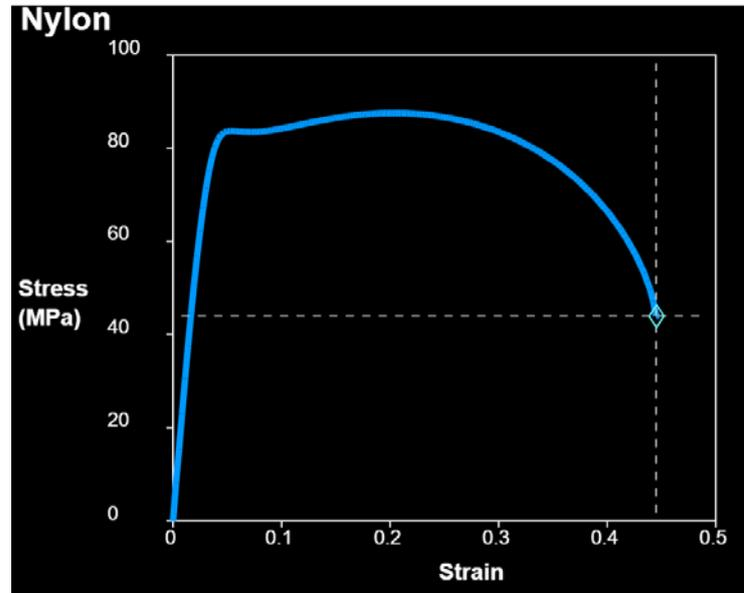

Figura 3 - Curva tensão-deformação sob tração para o náilon.
6. Considere a curva de tensão-deformação para uma amostra de poliamida (náilon) conforme Figura 3. D determine: (a) o módulo de elasticidade ( $E$ );